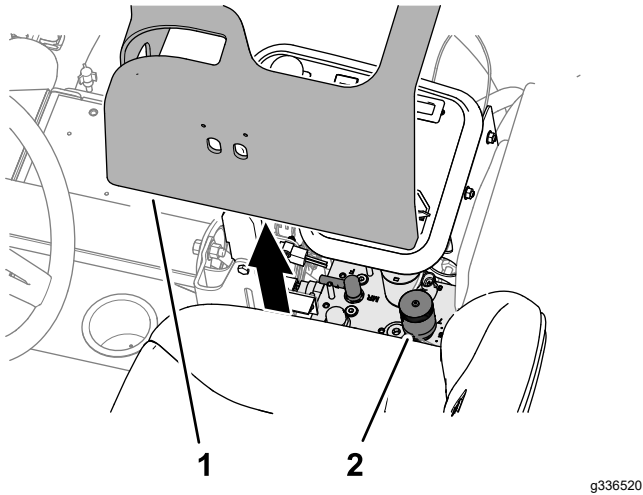

Figure 48
2. Soulevez le couvercle du bras de commande (Figure 48).